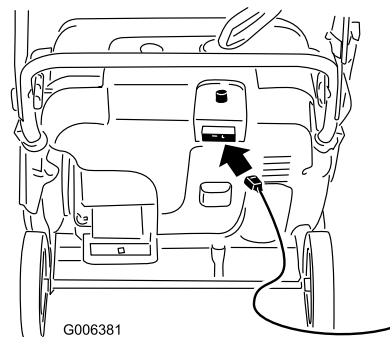
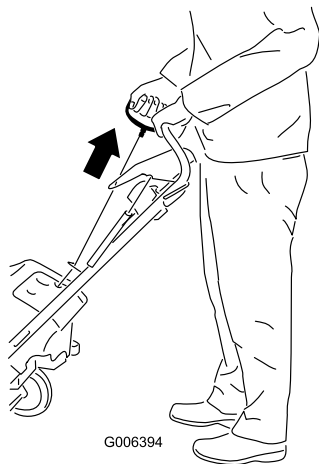

Figure 17
Figure 18
4. Raccordez la rallonge au secteur et à la machine, puis appuyez sur le bouton du démarreur électrique (modèle 38569 uniquement) (Figure 17), ou tirez la poignée du lanceur (Figure 18).